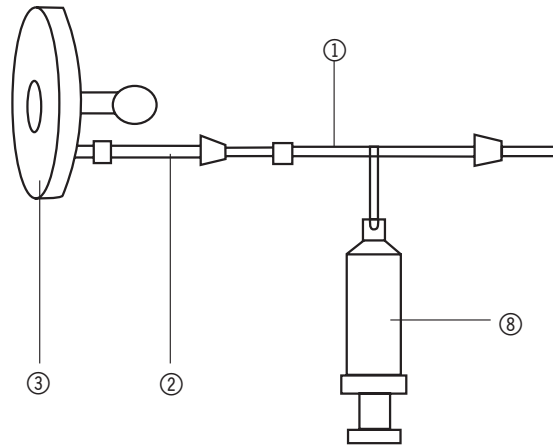

Fig. 1
- Raccorder le tuyau entre la pompe manuelle ⑧ et la plaque de Magdebourg ③, comme le montre la figure 1.